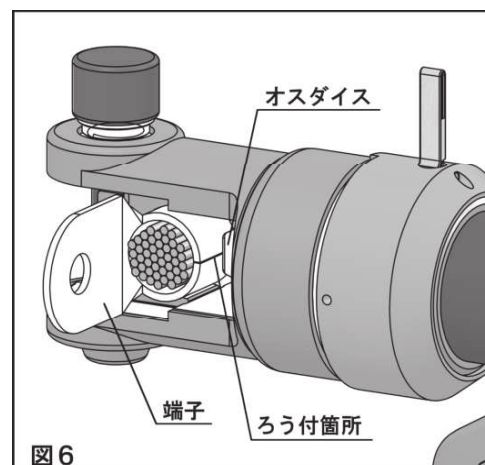

図 6
- 4 端子筒部ろう付け箇所、スリーブ筒部の中央部をオスダイス側に合せ、筒部が中心となるように保持しながら作動スイッチを押し、仮押えをしてください。（図 6）